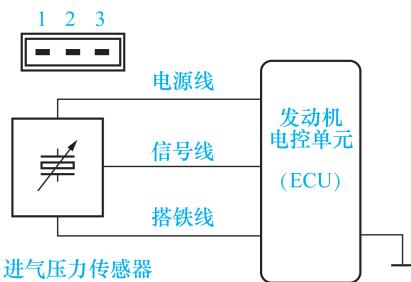

图 1-7 有源传感器电路
a.有源传感器电路。大多数传感器需要由电控单元提供基准电压(一般为 5V)作为其电源才能正常工作,这类传感器称为有源传感器。如图 1-7 所示,有源传感器的连接线一般分为电源线、信号线和搭铁线。其中电源线、信号线一般与电控单元连接,而搭铁线可经电控单元搭铁,也可直接搭铁。